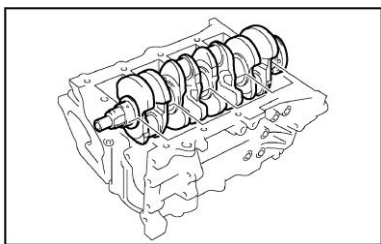

Рисунок II-200
4) Выньте коленчатый вал из блока цилиндров. (см. Рисунок II-200)